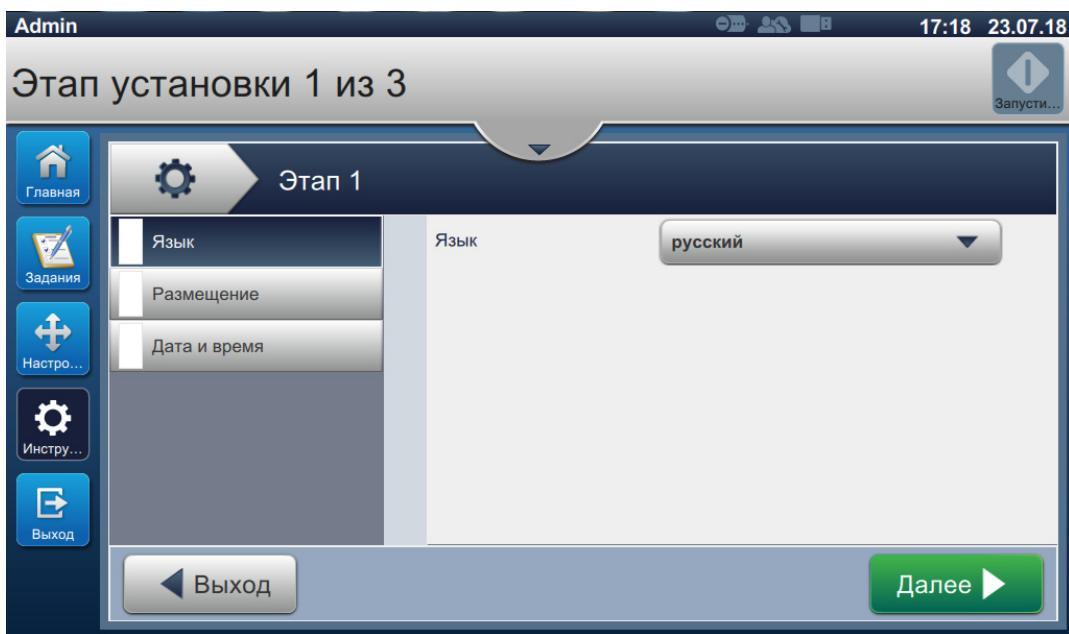

Рис. 6-24: Экран «Установка»
- Нажмите кнопку  на экране «Инструменты». Откроется экран «Установка», как показано на Рис. 6-24.